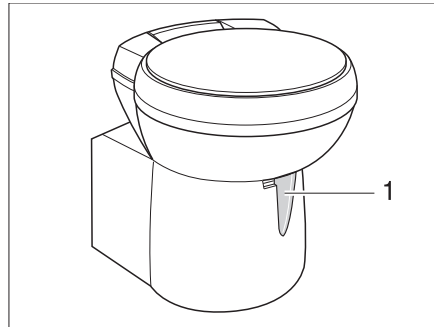

Bild 353 Thetford-Toilettenschüssel, schwenkbar
- Vor dem Spülen den Schieber der Thetford-Toilette öffnen. Dazu den Schieberhebel (Bild 353,1) entgegen dem Uhrzeigersinn schieben.